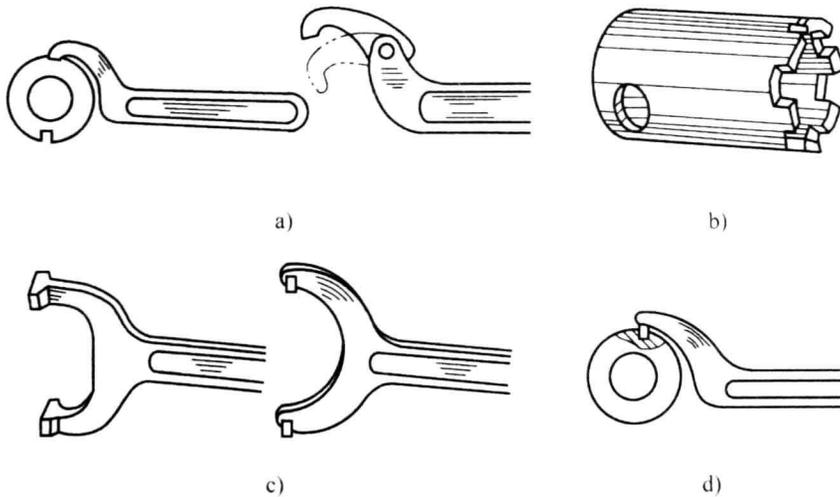

图 1-19 锁紧扳手
f. 锁紧扳手。如图 1-19 所示，锁紧扳手形式多样，可用来装拆圆螺母。